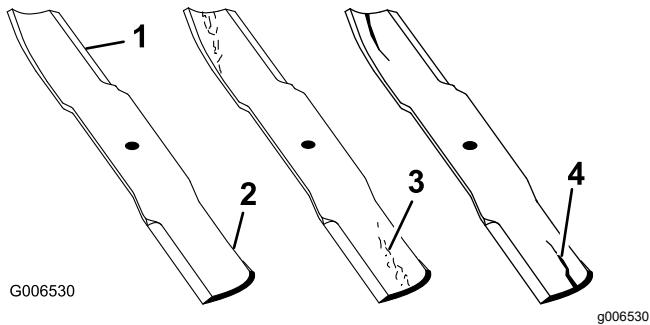

Figura 77
1. Inspeccione los filos de corte (Figura 77).
4. Si observa fisuras, desgaste o la formación de una ranura en esta zona, instale de inmediato una cuchilla nueva (**Figura 77**).